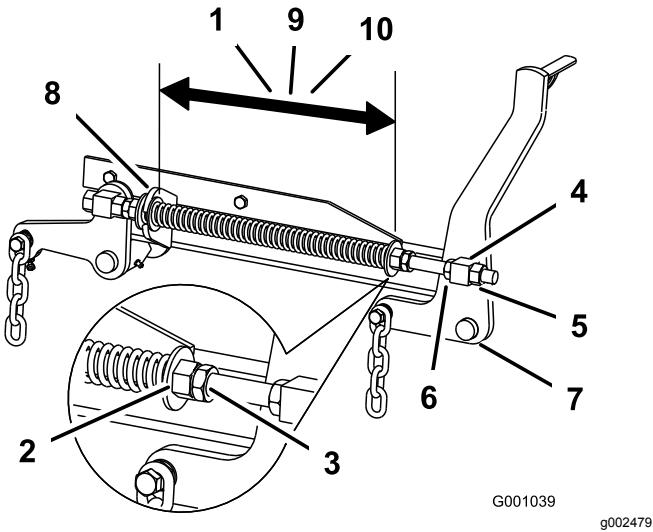

Figure 102
- Vérifiez que les deux grandes rondelles sont espacées de 28,2 cm (11½ po) pour les tabliers de coupe de 132 cm (52 po), de 26,7 cm (10½ po) pour les tabliers de coupe de 152 cm (60 po), ou de 29,2 cm (11½ po) pour les tabliers de coupe de 183 cm (72 po) (Figure 102).
- Réglez cette distance en desserrant l'écrou de blocage du ressort et en tournant l'écrou devant chaque ressort (Figure 102).
- Bloquez l'écrou en position en serrant l'écrou de blocage du ressort (Figure 102).